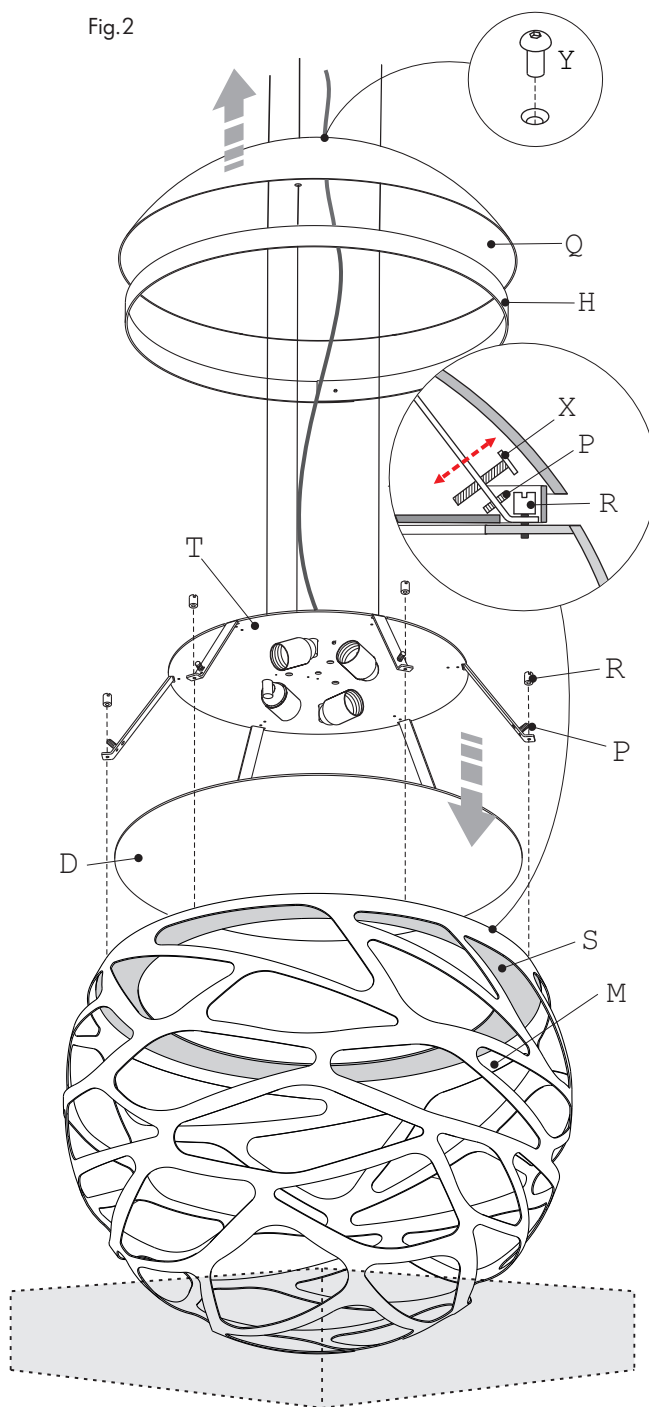

Fig. 2
- 2) Remove the upper half of the polystyrene packaging from the box and place it upside down on a flat surface to use it as a base stand for the fixture (Fig. 2)
- 2) Retirez le polystyrène de la boîte et placez-inversée sur une surface plane pour utiliser comme support pour la sphère (Fig. 2)